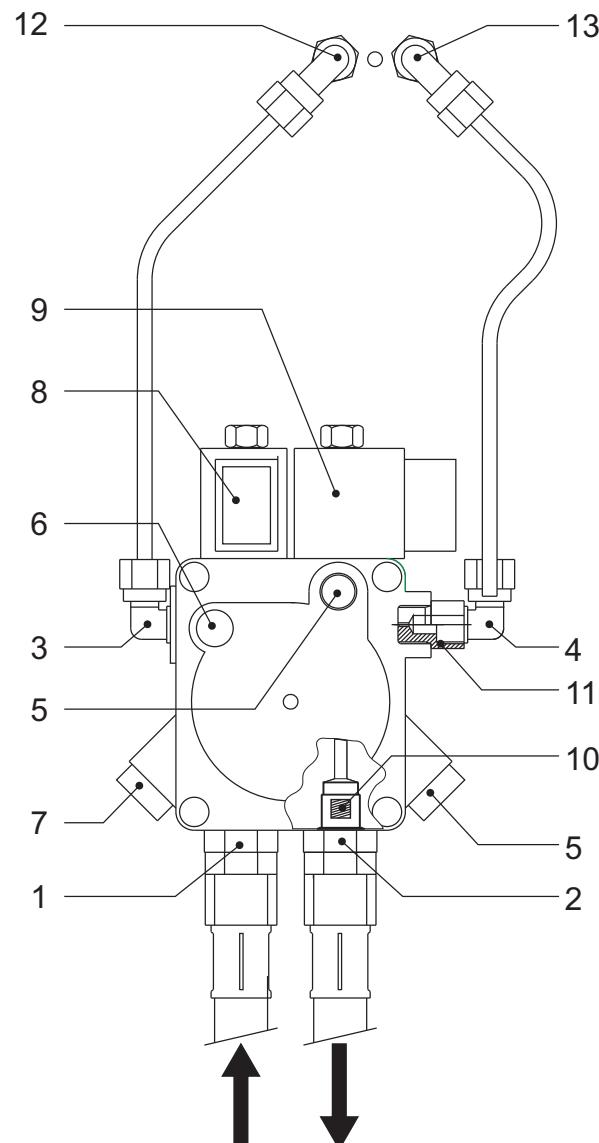

Рис. 4
Горелка поставляется с внутренним байпасом к насосу в закрытом состоянии; или же в горелке предусматривается двухтрубное подключение. Снять заглушки и подсоединить два гибких шланга к насосу на линии всасывания (1) и на обратной линии (2), как показано на Рис. 4. При этом необходимо следить за тем, чтобы шланги не оказались перекрученными, и исключить передавливание шлангов и их контакт с нагретыми деталями котла. Если необходимо воспользоваться внутренним байпасом к насосу для монотрубного соединения, следует открутить винт байпаса (10), вставить заглушку в штуцер для подсоединения обратной линии (2) на насосе и подсоединить один гибкий всасывающий шланг к штуцеру (1).